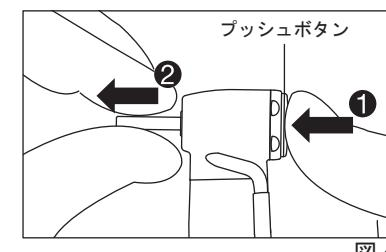

図4
- プッシュボタンを押してチャックを開き(①)、バーを取り外します(②)(図4)。